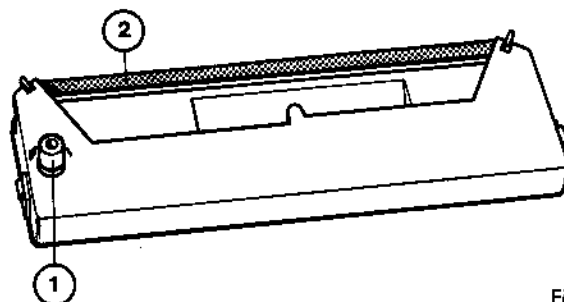

Fig. 3
- Tendre le ruban encreur (2) en tournant la molette (1) dans le sens indiqué par la flèche (figure 3).